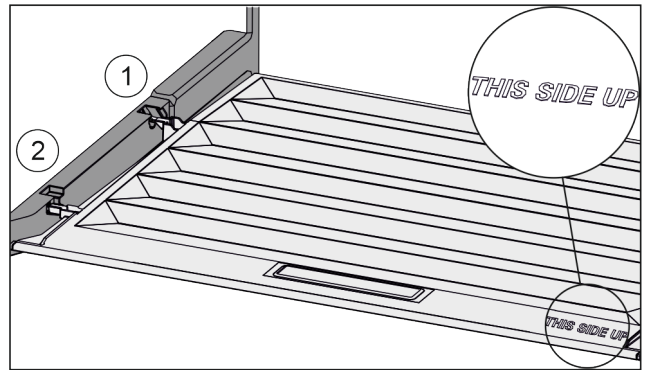

Fig. 148
- ▶ Introduzca los nervios de la tapa por la abertura del soporte trasero Fig. 148 (1) y encájelos por delante en el soporte Fig. 148 (2).